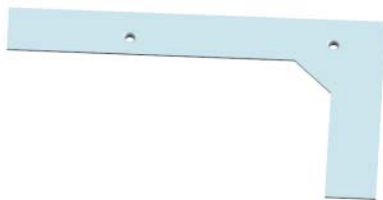

图 11-159 创建冲压除料特征 4
(5) 在“冲压除料”对话框中，单击 **确定** 按钮，创建冲压除料特征 4，如图 11-159 所示。